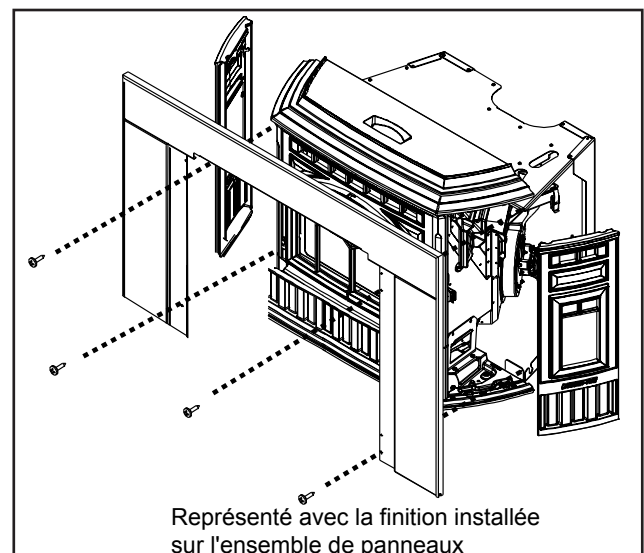

Figure 21.5
4. Faites glisser avec précaution le panneau et la finition par dessus l'encastrable pour les mettre en place en faisant correspondre les trous de montage sur le panneau aux trous de montage de l'encastrable. Fixez avec les vis fournies. **Figure 21.5.**